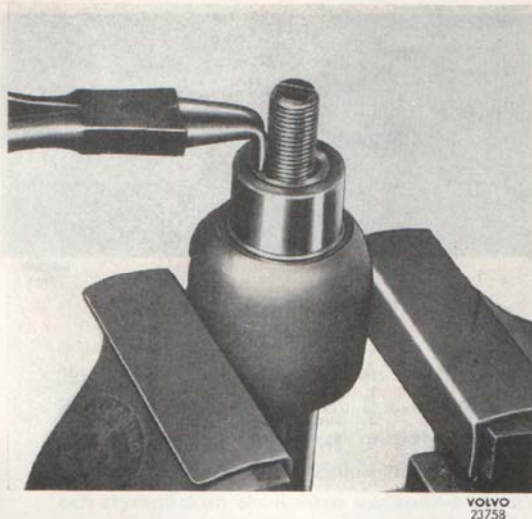

Bild 33. Demontering av justerskruv.
3. Demontera skruvarna och nedre locket (17). Tag vara på justermellanläggen (20).
4. Slå försiktigt på rattaxeln (10) så att nedre lagrets ytterbana lossar ur huset. Tag ur rattaxeln (10) med skruv och lager.
5. Lossa låsmuttern (3) och skruva justerskraven (2) ur locket. Justerskraven kan demonteras från styraxeln sedan låsringen tagits bort, se bild 33.